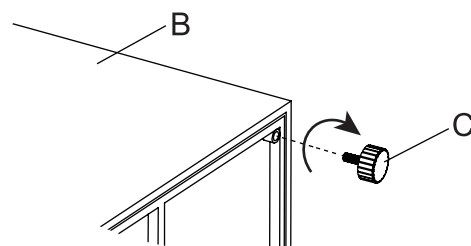

Figure 1
1. S pomocou druhej osoby opatrne umiestnite ohnisko (B) na rovný, neabrazívny povrch, aby ste predišli poškriabaniu. Skontrolujte štyri rohy na spodnej strane, zarovnajte klzné nožičky (C) s otvormi a zaskrutkujte v smere hodinových ručičiek (pozri Figure 1).